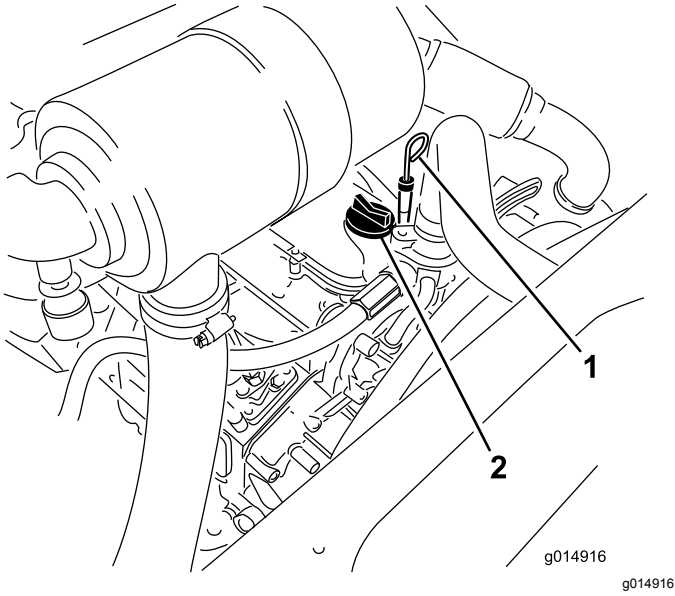

Figure 35
- Retirez la jauge, essuyez-la sur un chiffon et remettez-la en place (Figure 35).
- Si le niveau n'atteint pas le repère MAXIMUM, enlevez le bouchon de remplissage (Figure 35) et faites l'appoint jusqu'au repère MAXIMUM sur la jauge. **Ne remplissez pas excessivement.**